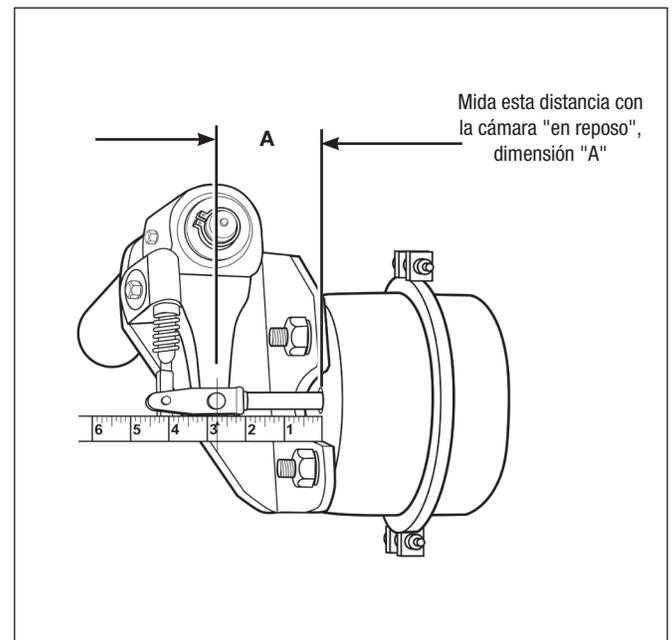

Figura 8 – Medición, en reposo
2. Con la varilla de empuje de la cámara de aire completamente retraída, mida la distancia desde la cara de la cámara de aire hasta la línea central del orificio del pasador de horquilla. *Consulte la figura 8.* Si la medida no está dentro de los rangos que se muestran en la tabla 2, vuelva a colocar la horquilla. Vuelva a medir la distancia y repita hasta que la medición esté dentro del rango. Registre la distancia medida exacta como dimensión "A".